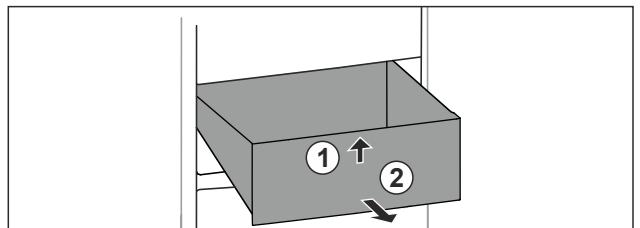

Fig. 77
- ▶ Schubfach vorne anheben. Fig. 77 (1)
- ▶ Schubfach nach vorne entnehmen. Fig. 77 (2)